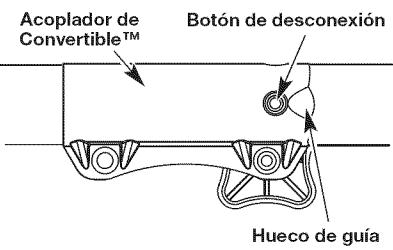

Fig. 4
**NOTA:** La alineación del botón de desconexión con el hueco de guía facilitará la instalación (Fig. 4).
- Opima y sostenga el botón de desconexión (Fig. 4).